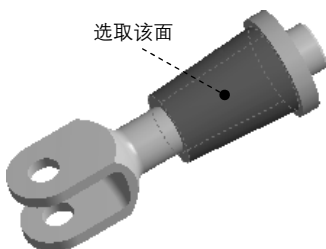
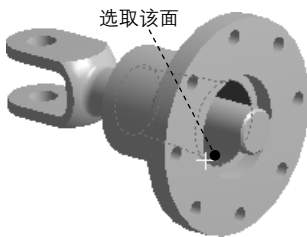

图 7.10.3 选取接触面
图 7.10.4 选取目标面
(1) 选择命令。在“Outline”窗口中选择 **Connections** 节点下的 **Contacts** 并右击, 在弹出的快捷菜单中选择 **Insert** → **Manual Contact Region** 命令, 弹出定义接触参数对话框。
(2) 选取接触面和目标面。在图形区选取图 7.10.3 所示的模型表面为接触面对象, 然后选取图 7.10.4 所示的模型表面为目标面对象。
(3) 定义接触属性。在定义接触参数对话框的 **Definition** 区域的 **Type** 下拉列表中选择 **Rough** 选项, 在 **Advanced** 区域的 **Offset** 文本框中输入数值 0.15, 完成接触定义。